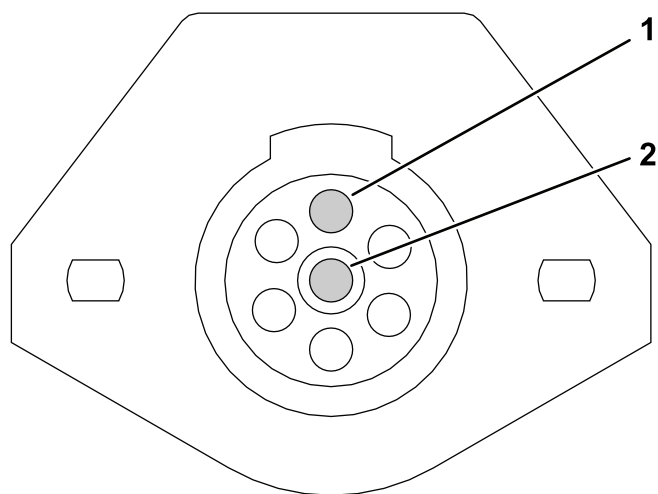

Figura 17
- Desaperte os parafusos nos terminais do pino 1 e pino 7 (Figura 17).
- Instale o fio preto no terminal do pino 1 e o fio branco no terminal do pino 7 (Figura 17).